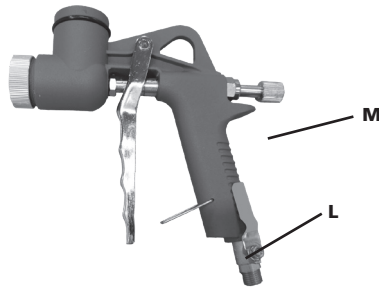

Fig. 2
Pentru a seta fluxul produsului, rotiți butonul (M) (Fig. 2). Pentru a seta fluxul de aer, rotiți maneta (L) (Fig. 2).